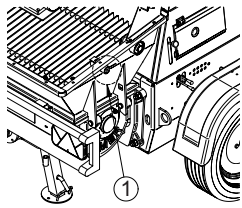

Fig. 1
4.1 DESCRIPCIÓN DE LA BOMBA PARA HORMIGÓN (véase fig. 1)
- al abrir la rejilla de protección de la tolva superior, se detenga el agitador del depósito, la válvula en "S" y los pistones de bombeo mediante la señal del sensor (fig. 1, ref. 1);